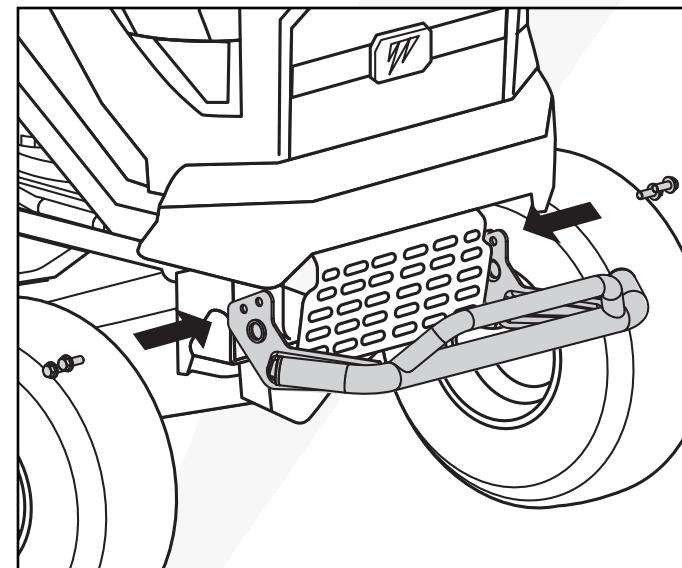

Fig. 5
1. Coloque la barra del parachoques en la parte delantera del tractor. (Fig. 5)
2. Instale la barra del parachoques con los cuatro tornillos suministrados (dos en cada lado) con un par de 15-19 pies-libra. (Fig. 5)